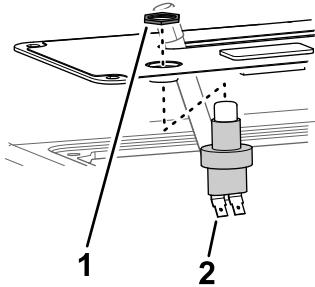

図 5
3. コントロールパネルのカバーにスイッチを組み付けるジャムナットを使う。ジャムナットは手締めする図 5。